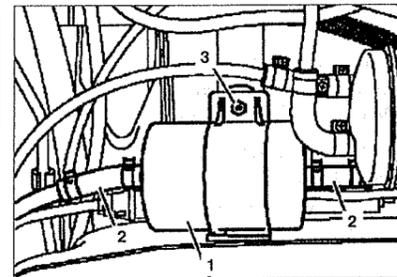

Рис. 1.20. Топливный фильтр двигателей 111.948 и 104.900:
3. Зажмите резиновые трубки 2, подсоединенные к фильтру 1 (см. рис.1.20).